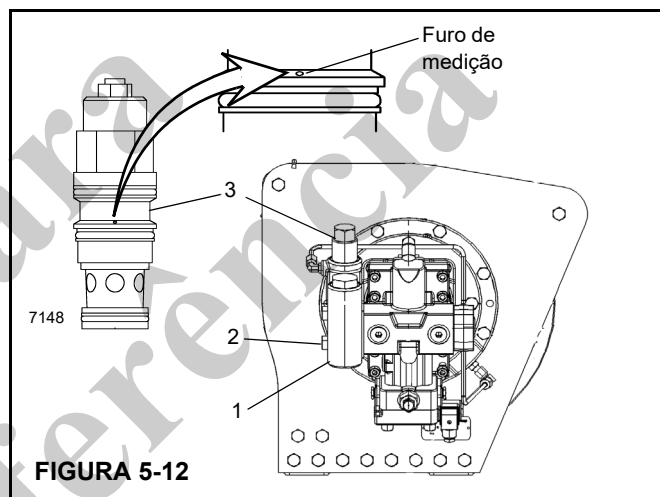

FIGURA 5-12
2. Remova o bloco de compensação (3) do conjunto do motor removendo os 4 parafusos com cabeça (31).
3. Remova a válvula de compensação (68) do bloco de compensação (3) e inspeccione o furo de dosagem pequeno, localizado na lateral da válvula de cartucho, para verificar se ele não está obstruído (Figura 5-12). Além disso, inspeccione os anéis de vedação para verificar se eles não estão cortados nem achatados.